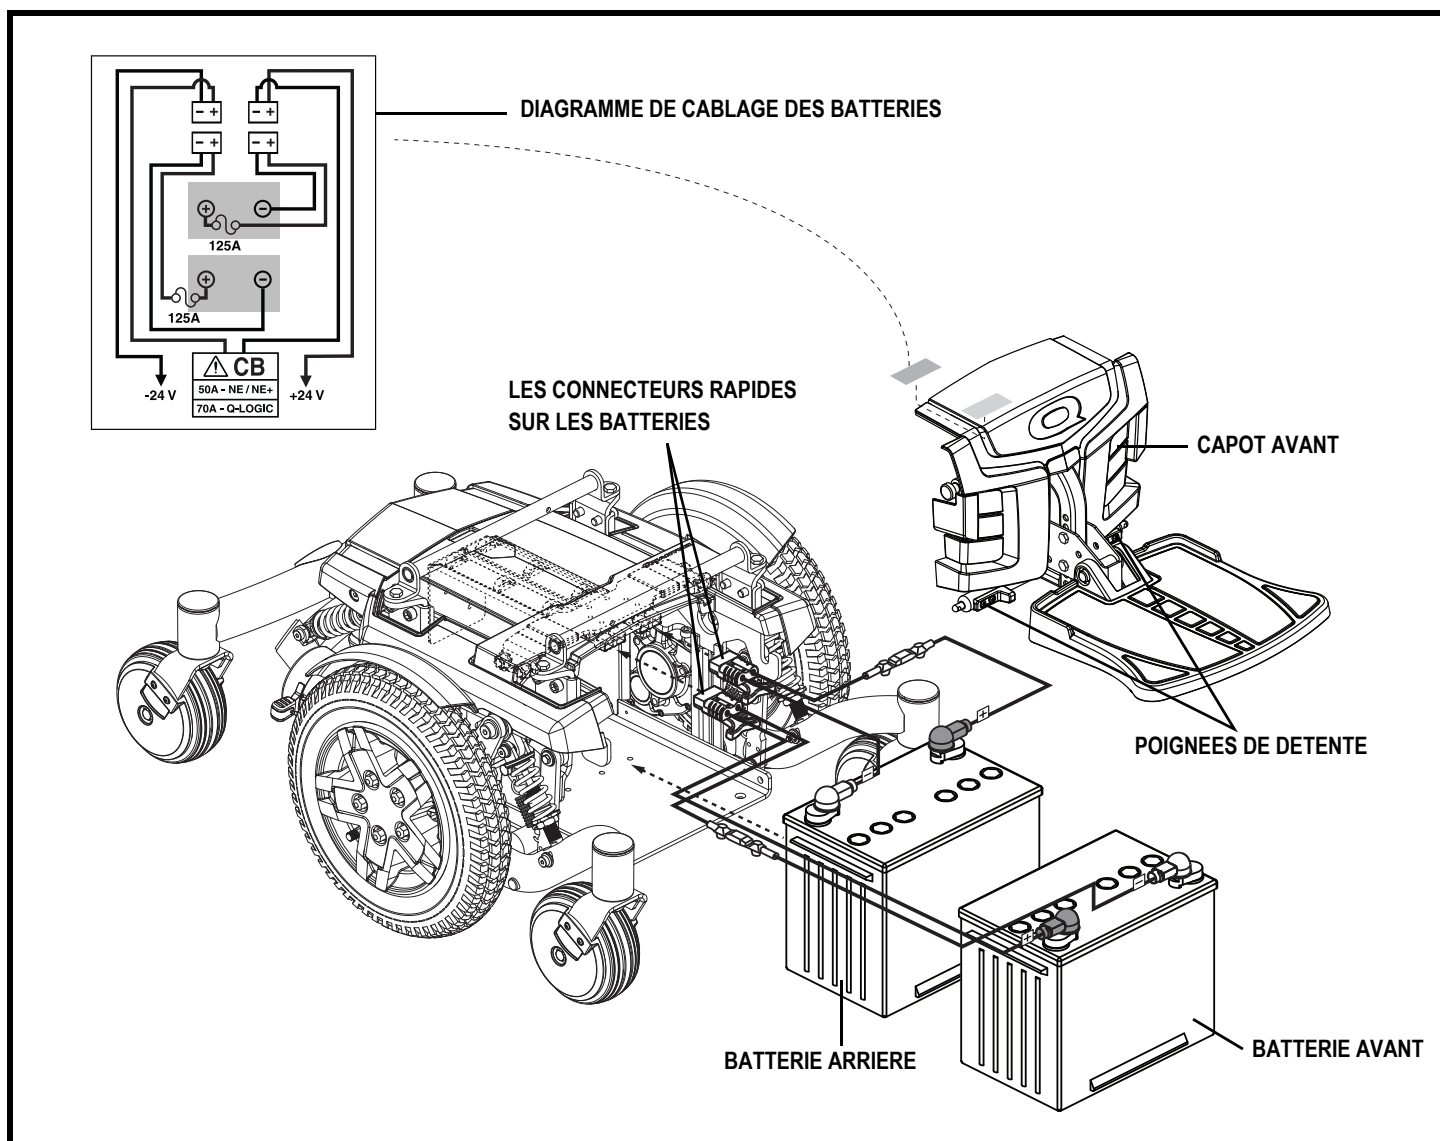

Figure 21. Installation des batteries
3. Retirez le capot avant en comprimant les poignées de détente (voir la figure 21) et en soulevant le plateau.
7. Installez le fil sur la batterie avant selon le diagramme de branchement. Voir la figure 21.
8. Installez le fil sur la batterie arrière selon le diagramme de branchement. Voir la figure 21.